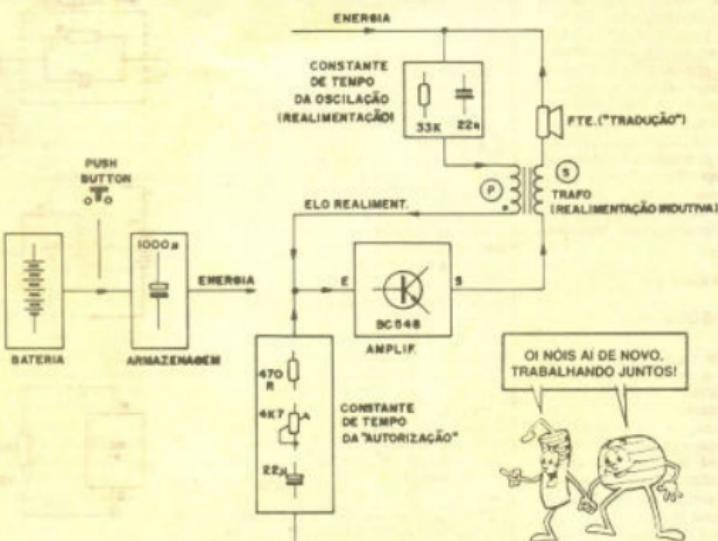

Fig. 5
- FIG. 5 - O transistor BC548, como único componente "ativo" do circuito, constitui um bloco amplificador (na verdade, a única coisa que um transistor sabe é pode fazer, é isso: amplificar...) à cuja saída está acoplado o alto-falante, em série com o enrolamento secundário do pequeno transformador (notar que não é essa a maneira convencional de se acoplar um transformador de saída, e nisso reside toda a criatividade do circuito!). Qualquer sinal elétrico enviado ao alto-falante, assim, "passa" pelo dito secundário do trafo. Essa "passagem", pelo fenômeno da indução, gera um sinal no enrolamento primário, o qual é novamente aplicado à entrada do amplificador mono-transistor! Temos, então, o chamado "elo de realimentação indutiva", ou seja: através do transformador, uma parte do sinal amplificado de saída do transistor retorna à sua entrada. A partir daí, esse bloco passa a funcionar como "um cachorro tentando morder o próprio rabo" (para quem já viu, o pobre bichinho fica girando, girando, até perceber a tonice do que está fazendo...), ou seja: entra em oscilação, repetindo continuamente os sinais gerados, enquanto houver energia no sistema! Uma rede R-C (resistor/capacitor) paralela, formada pelo resistor de 33K e capacitor de 22n, através da sua inerente constante de